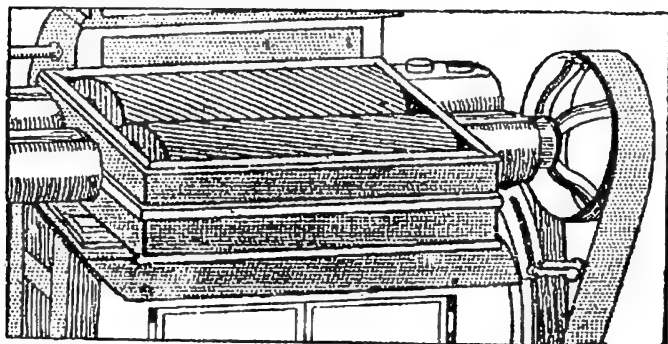

Fig. 3. — Les cylindres de fonte qui écrasent le grain
**2. Au moulin.** — Les grains de blé sont écrasés et réduits en poudre. Pour cela, au moulin, on les fait passer entre deux *cylindres* de fonte très rapprochés dont la surface présente de fines cannelures et dont l'un tourne plus vite que l'autre (fig. 3).